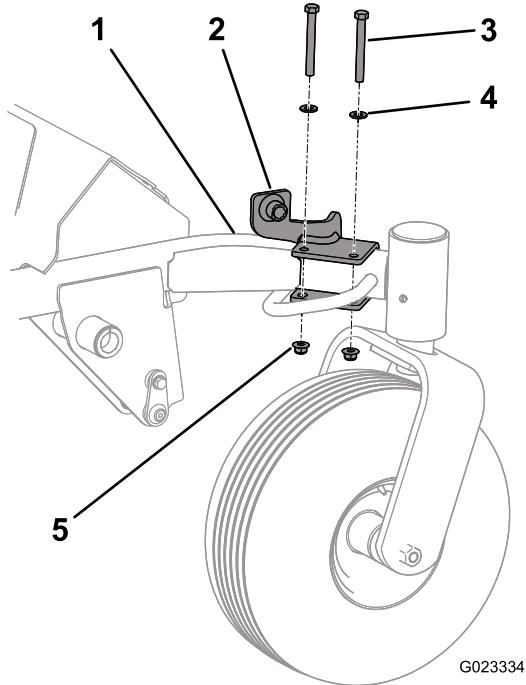

Figura 1
1. Fissate il supporto del cavalletto al braccio della ruota orientabile con 2 bulloni (3/8 x 3-1/4 pollici), 2 rondelle piane da 0,406 x 0,813 pollici e 2 dadi flangiati (3/8 pollici). Collocate i componenti come illustrato nella Figura 1. Accertatevi di fissare il supporto del cavalletto alla sezione diritta del braccio della ruota orientabile.